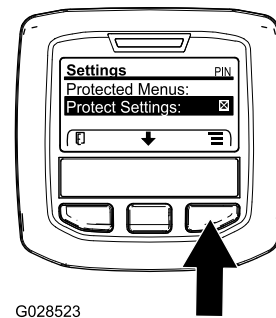

Figura 26
- Desde el menú PRINCIPAL, utilice el botón central para desplazarse hacia abajo hasta el menú CONFIGURACIÓN y pulse el botón derecho (Figura 26).